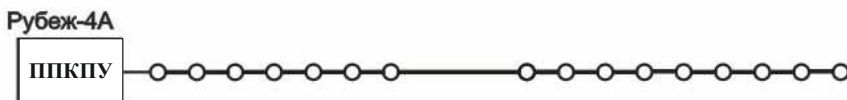

Рисунок 3
1.4.4 В приборе имеется два переключающихся реле (Выход 1,2) и два выхода с контролем целостности цепей (Выход 3,4) (см. рисунок 3). Настройка логики включения производится с помощью ПО «FireSec Администратор».
Оптимальная физическая топология АЛС – шина (см. рисунок 3).